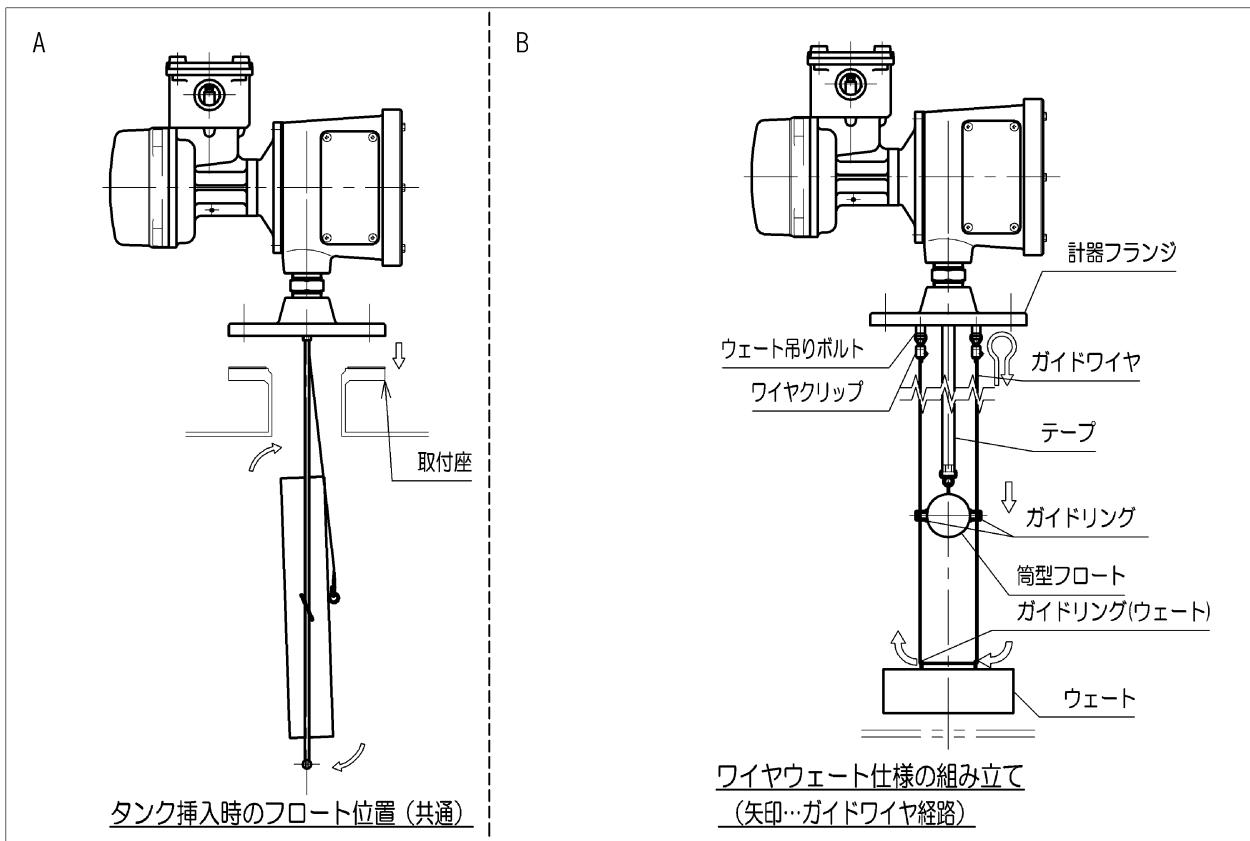

図 5.S 方式の設置方法-ワイヤウェート組み立て
- 4.3.5. ガスケットを使用する場合は先に取付座に設置の上、フロートを図 5-A の通りに回転させて取付座から組み立てた接液部をタンク内に挿し込み、計器フランジを取付座に所定の締結部品で固定し取付を完了します。
##### 4.4.1. 計器接液部分を組み立てます(図 5-B 参照)。
##### 4.4.5. フロートを図 5-A の通りに回転させて取付座から組み立てた接液部をタンク内に挿し込みます。テープを手で持ちながら少しづつ繰り出す要領で慎重に降下させます。